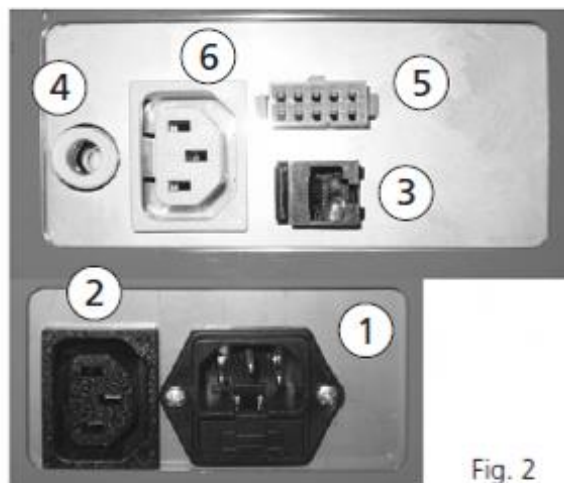

Fig. 2
1. Anslut modularkabeln (2223) mellan brännarens ingång för temperatursensor (3 Fig.2) och kortets modularkontakt märkt "IN" (1).
2. Anslut givaren (1454), placerad på i ett dyrör eller högt upp på pannkroppen, till kortets modularkontakt märkt "Temp 1" (2).
3. Kontrollpanelen skall anslutas i kontakt märkt "Com 1" (7) eller "Com 2" (6) och monteras separat med väggfästet på valfri plats.
4. Om "Acc tank" är aktiverad i brännarmenyn skall en givare (1454) placerad vid ackumulatortankens topp anslutas till kortets modularkontakt märkt "Temp 1" (2) samt en givare (1454) placerad vid ackumulatortankens botten anslutas till kortets modularkontakt märkt "Temp 2" (3).
5. Om man vill styra brännaren med en extern termostat/brytare skall dess potentialfria kontakt ersätta bygel (5) på plintarna märkta "Temp 1 input" (A) och "Temp 1 return" (B). Då denna krets bryts gör brännaren en nedsläckning och väntar på att kretsen sluts och att panntemperaturen understiger inställd starttemperatur (Topp).